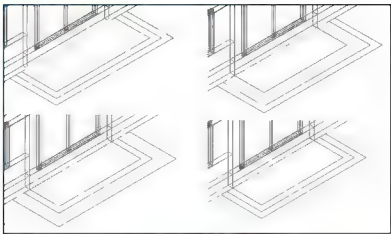

图 6.59 修改平面“台阶”
- (1) 将【台阶】图层设置为当前图层，同时打开【室外】图层。
- (2) 将“台阶”修改成如图 6.59 所示的 4 个封闭的矩形。